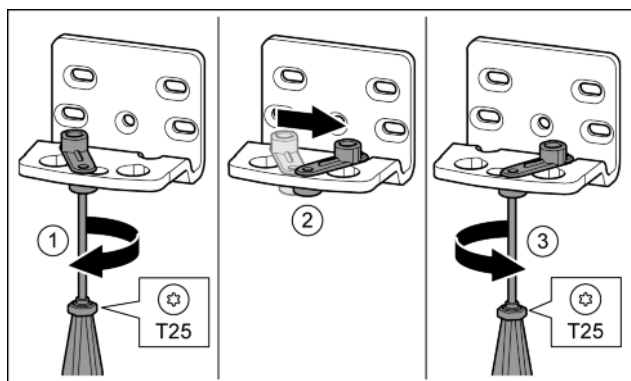

Fig. 13
- ▶ Отпустить винт отверткой T25. Fig. 13 (1)
- ▶ Приподнять фиксатор двери и, повернув на 90° вправо, вставить в отверстие. Fig. 13 (2)
- ▶ Затянуть винт отверткой T25. Fig. 13 (3)